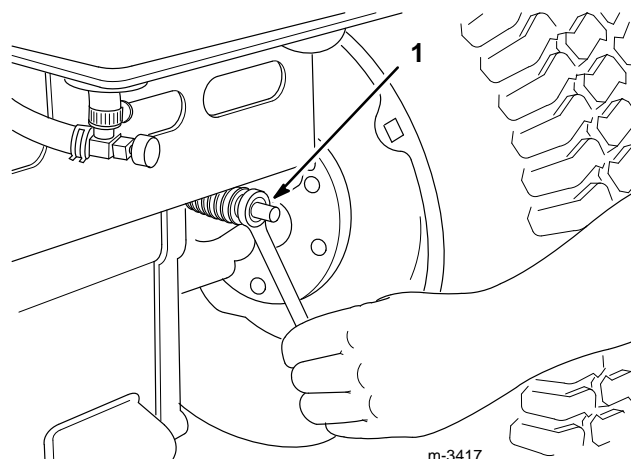

Abbildung 38
Die Einstellmutter für die Bremse befindet sich hinten am Traktor (Abb. 38). Wenn die Feststellbremse nicht sicher greift, ist eine Einstellung erforderlich.
4. Die Bremseneinstellmutter (Abb. 38) drehen, bis ein Spiel von 2" (51 mm) vorhanden ist.